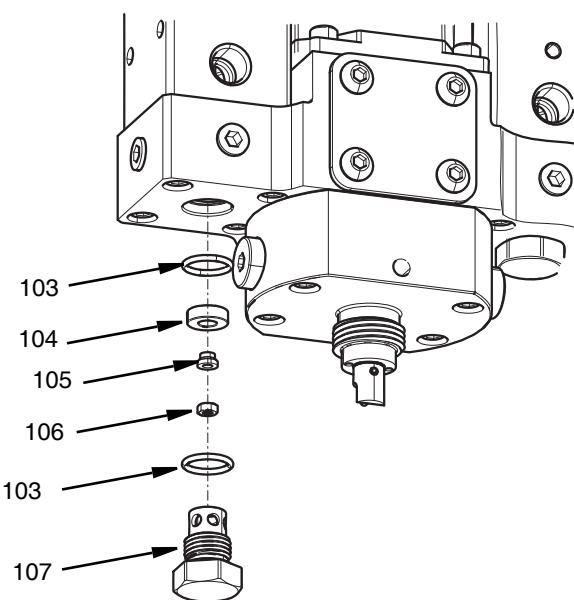

图 27
2. 使用 19 毫米开口扳手卸下阀座固定器 (107)。
3. 使用 5.5 毫米套筒卸下固定反转喷嘴 (105) 的螺母 (106)。
4. 取下阀座 (104) 和 O 型圈 (103)。参见图 27 (第 38 页)。